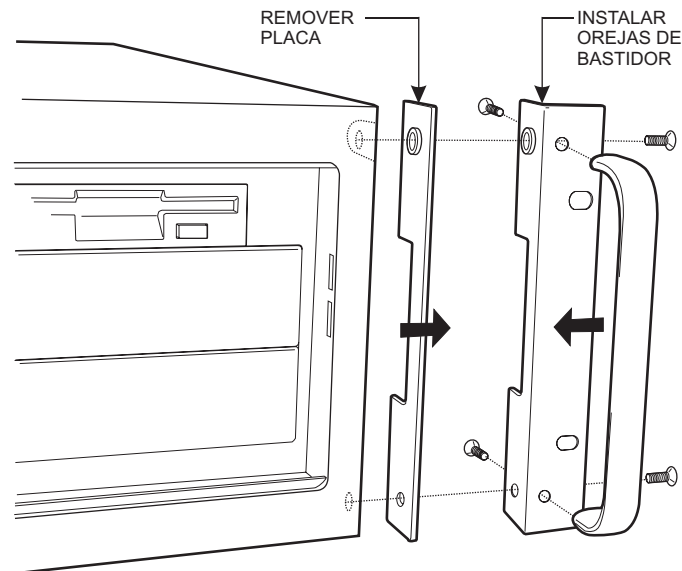

Figura 1. Instalación de la Oreja de Bastidor
1. Una las asas a las orejas del bastidor usando los cuatro tornillos de cabeza planos Phillips (suministrados). Refiérase a la Figura 1.
2. Quite el tornillo de la parte superior y tornillo inferior del lado izquierdo y derecho del DVR. Quite las placas laterales. Refiérase a la Figura 1.
3. Use los tornillos quitados desde los lados del DVR y una las orejas del bastidor a la unidad. Refiérase a la Figura 1.